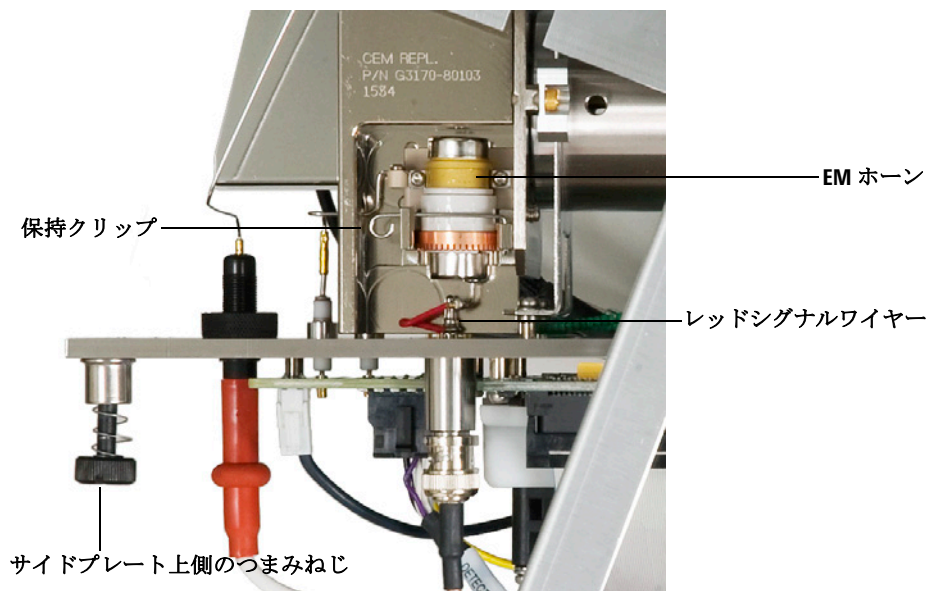

図 28 EM ホーンの交換
- 3 保持クリップを開きます (図 28)。クリップのアームを持ち上げ、EM ホーンからクリップを取り外します。